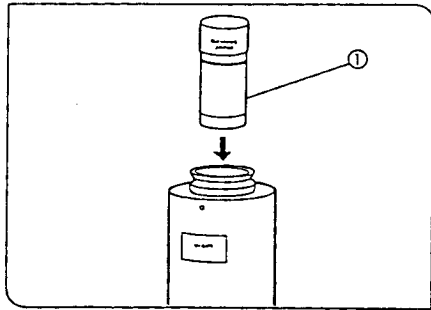

Fig. 60
**2 Photo Eyepiece** (Fig. 60)
**3 Mounting the Camera Unit** (Fig. 60)